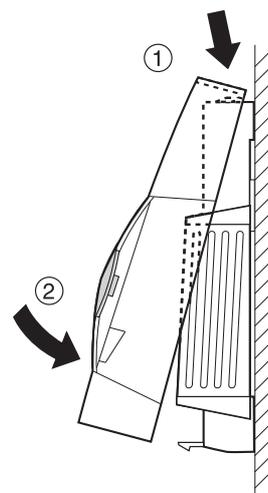

Fig. 13: Fixation du capot
- Replacer le capot sur le support en clipsant le haut puis en poussant vers le bas (voir Fig. 13).
- Replacer le capot sur le support en clipsant le haut puis en poussant vers le bas (voir Fig. 13, Page 4).